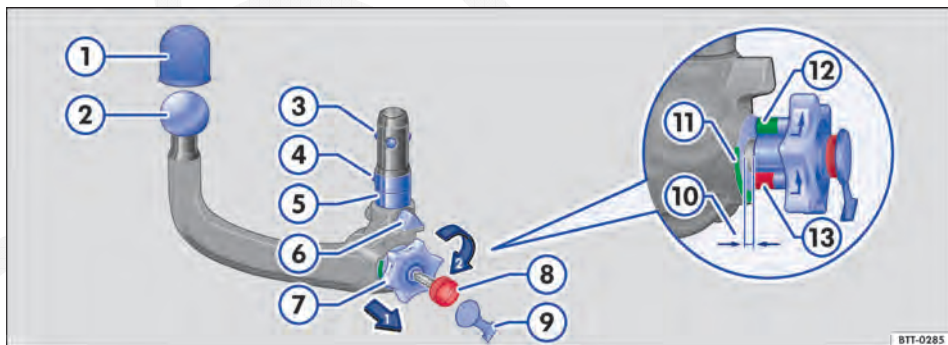

Fig. 118 Imagem geral: rótula de engate removível.
Legenda para Fig. 118:
- Retirar a cobertura ⇒ Fig. 118 ⑨ da fechadura no manípulo.
- Colocar a chave ⑧ na fechadura e girar no sentido horário.
- Com a mão direita, retirar o manípulo ⑦ no sentido da seta 1 e mantê-lo nesta posição.
- Girar o manípulo ⑦ no sentido da seta 2 até que ele engate.
- Segurar o manípulo ⑦ nesta posição e guiar a rótula de engate para baixo, para fora do alojamento. Agora, a rótula de engate está apertada.